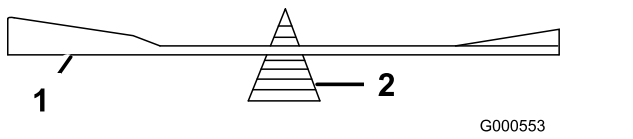

Bild 104
2. Prüfen Sie die Auswuchtung des Schnittmessers auf einer Ausgleichsmaschine (Bild 104).